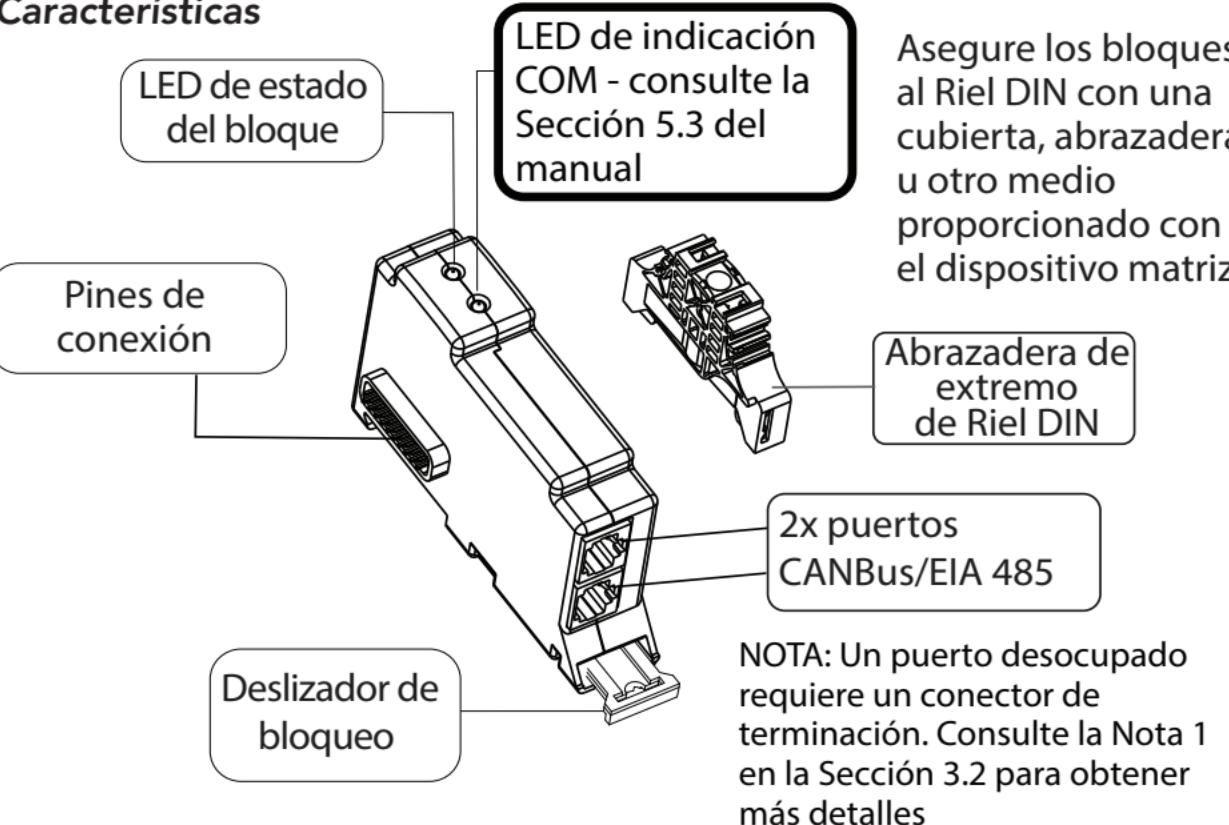
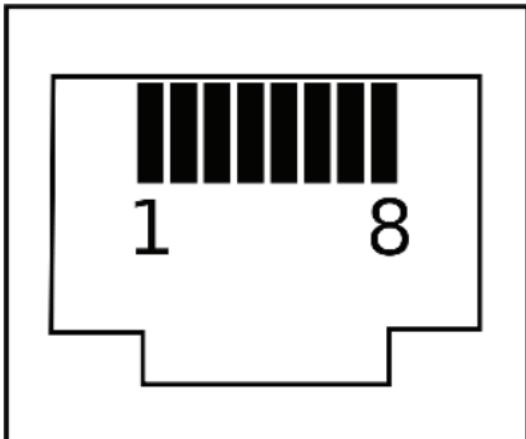

Figura 2-1. Características del ReadyBMS
Figura 3-2. Extremo del conector RJ-45 - Perfil del conductor
Para las baterías habilitadas para CANBus, utilice un cable de conexión directa RJ-45 de 8 conductores (proporcionado) y conecte un extremo a uno de los puertos RJ-45 del Bloque BMS - consulte la Figura 2-1. Conecte el otro extremo a un puerto CANBus de la batería-BMS. Todas las baterías admitidas se ajustan a la configuración de pines CAN; para obtener más detalles, consulte la Tabla 3-1 y la Figura 3-2 en la Sección 3.3.
**NOTA 1:** Si el Bloque BMS se utiliza con el único controlador del sistema, o se encuentra al final de una Red CANBus, el puerto CANBus-RJ-45 del Bloque BMS que no esté conectado a la batería-BMS requerirá la instalación de un conector de terminación (resistencia de terminación de 120 Ohm instalada a través de los cables CANL y CANH). Se incluye un conector de terminación de comunicaciones del Bloque BMS - consulte la Figura 2-1 en la Sección 2.4 Características. Para cualquier requisito de terminación del CANBus del lado de la batería-BMS, consulte la documentación del fabricante de su BMS-batería de terceros.
Todas las baterías actualmente admitidas se ajustan a la configuración de pines CAN. Para obtener una lista actualizada de los productos para el almacenamiento de baterías admitidos por el ReadyBMS, visite www.morningstarcorp.com. Las baterías habilitadas para CANBus requerirán un conjunto de cables con la configuración que se muestra en la Tabla 3-1 y la Figura 3-2 que aparecen más adelante. Algunos sistemas de batería-BMS pueden requerir un conjunto de cables modificado, disponible por separado.
Consulte la Figura 2-1 en la Sección 2.4 Características, y la Tabla 5-1 que aparece más adelante.